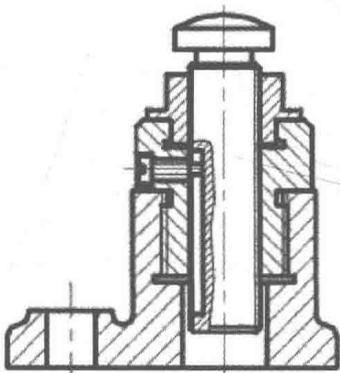

图 1-5 接触表面和不接触表面的画法
- 相邻两个零件的接触表面和配合表面只画出一条轮廓线，不接触的表面和非配合表面应画两条轮廓线，如图 1-5 所示。如果距离太近，可以按比例放大并画出。